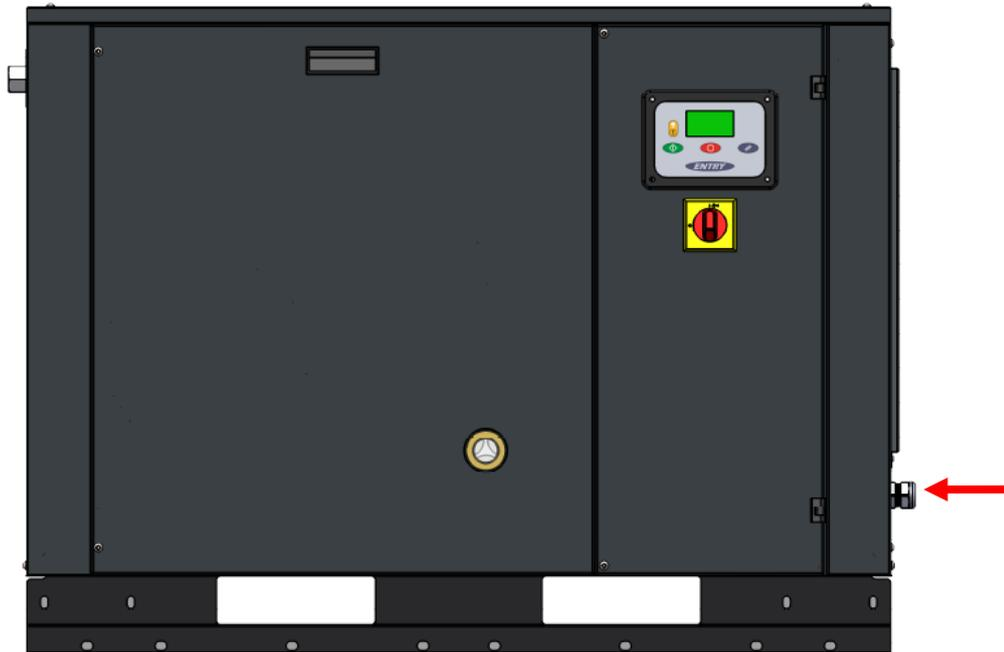

Figura 5
- 1- Inserire il cavo di alimentazione attraverso il pressacavo e seguire il percorso indicato dalla freccia rossa come indicato in figura 5.